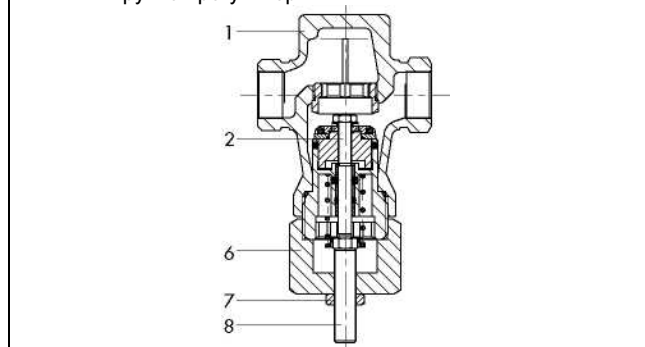

Рис. 5 – клапан тип 2431 K с ручным регулятором
**Ручной регулятор** (рис. 5) монтируется непосредственно на клапане.